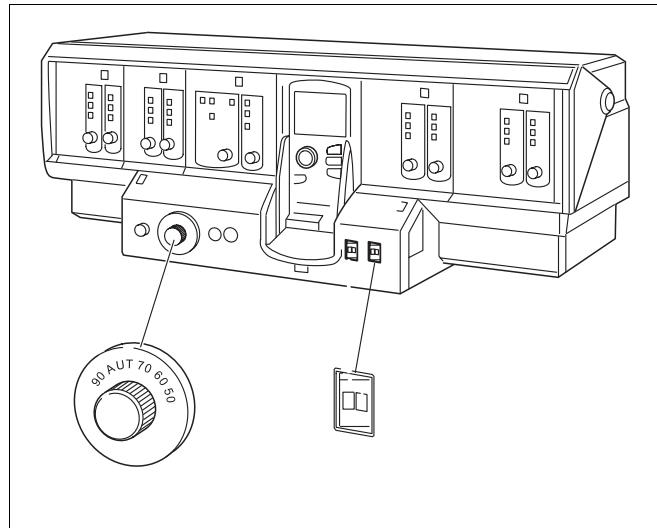

Рис. 1 Система управления, например, Logematic 4311
- Перевести пусковой выключатель (рис. 1, **поз. 1**) в положение „1“ (Вкл.).
- Регулятор температуры в котле (рис. 1, **поз. 2**) поставить в положение AUT или установить на 80°C. Для режима поддержания постоянной температуры установить нужную температуру, т.е. для газовых горелок мин. 60°C и для дизельных горелок 50°C.
- Пусковой выключатель (рис. 1, **поз. 1**) перевести в положение „0“ (Выкл.).